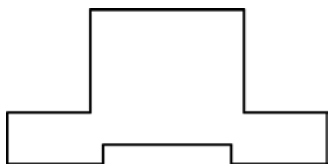

图 10-31 主体前视图
1) 单击 ViewCube 上的前面，绘制如图 10-31 所示的主视图，并使用 PEDIT 命令将其转化为一条多段线。